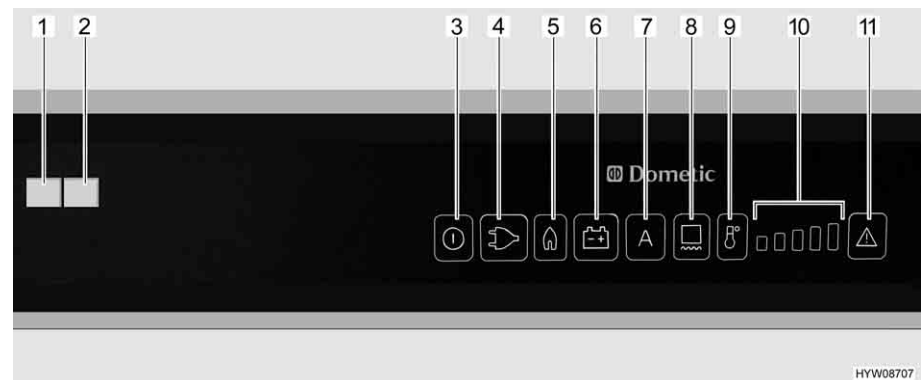

Bild 210 Bedienelemente für den Kühlschrank (Dometic RMD)
Wenn der Betriebsmodus "AES" eingestellt ist, **keine** 230-V-Versorgung angeschlossen und der Fahrzeugmotor **ausgeschaltet** ist, wählt das AES die Gasversorgung. Beim Anwählen des Gasbetriebs wird die Zündsicherung automatisch geöffnet, so dass Gas zum Brenner strömen kann. Gleichzeitig wird der elektronische Zünder eingeschaltet. Erlischt die Gasflamme, z. B. durch einen Luftzug, wird der Zünder sofort aktiviert und zündet das Gas wieder an. Bei Störung im Gasbetrieb blinken die Leuchttasten "Gas" (Bild 210,5) und "Störung" (Bild 210,11). Die Kontroll-Leuchte "Störung" (Bild 210,1) leuchtet und es ertönt 20 Sekunden lang ein akustischer Alarm.
Nach dem Einschalten wählt der Kühlschrank automatisch die mittlere Thermostateinstellung. Diese Einstellung kann manuell mit der Taste Temperaturstufenauswahl (Bild 210,9) nachgeregelt werden. Die Kontroll-Leuchten (Bild 210,10) zeigen die gewählte Thermostateinstellung an. Mit der Taste Temperaturstufenauswahl wird die Kühltemperatur für alle drei Energiearten eingestellt. Es dauert einige Stunden, bis der Kühlschrank die normale Betriebstemperatur erreicht hat. Beim Umschalten der Betriebsart wird die Thermostateinstellung beibehalten. Die Kühltemperatur wird unabhängig von der Energieart beibehalten.
- Rahmenheizung für eine Dauer von 2 Stunden einschalten: Taste (Bild 210,8) einmal drücken. Ein Balken der Temperaturstufenanzeige (Bild 210,10) leuchtet.
- Rahmenheizung für eine Dauer von 5 Stunden einschalten: Taste (Bild 210,8) zweimal drücken. Zwei Balken der Temperaturstufenanzeige (Bild 210,10) leuchten.
- Rahmenheizung auf Dauerbetrieb stellen: Taste (Bild 210,8) dreimal drücken. Drei Balken der Temperaturstufenanzeige (Bild 210,10) leuchten.
Die Temperaturstufenanzeige (Bild 210,10) zeigt einige Sekunden lang die Betriebsdauer der Rahmenheizung an.
Bei hohen Außentemperaturen und hoher Luftfeuchtigkeit kann es zur Wassertropfenbildung am Metallrahmen des Frosterfachs kommen. Deshalb ist der Kühlschrank mit einer Rahmenheizung für das Frosterfach ausgestattet. Bei hohen Temperaturen und hoher Luftfeuchtigkeit die Rahmenheizung über die Taste (Bild 210,8) einschalten. So lässt sich Korrosion vermeiden. Wenn die Rahmenheizung eingeschaltet ist, leuchtet die Leuchttaste (Bild 210,8).
- Taste Ein/Aus (Bild 210,3) etwa 2 Sekunden lang drücken. Der Kühlschrank schaltet sich ein, die zuletzt eingestellte Energieart oder "AES" wird angezeigt.
- Kühltemperatur mit Taste Temperaturstufenauswahl (Bild 210,9) einstellen. Die Kontroll-Leuchten (Bild 210,10) zeigen die gewählte Thermostateinstellung.
- Taste Ein/Aus (Bild 210,3) etwa 2 Sekunden lang drücken. Der Kühlschrank schaltet sich aus, keine Anzeigen leuchten mehr.